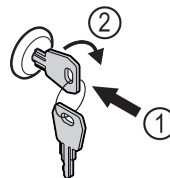

Fig. 103
- ▶ Вдавити ключ Fig. 103 (1).
- ▶ Повернути ключ на 90° за годинниковою стрілкою Fig. 103 (2).